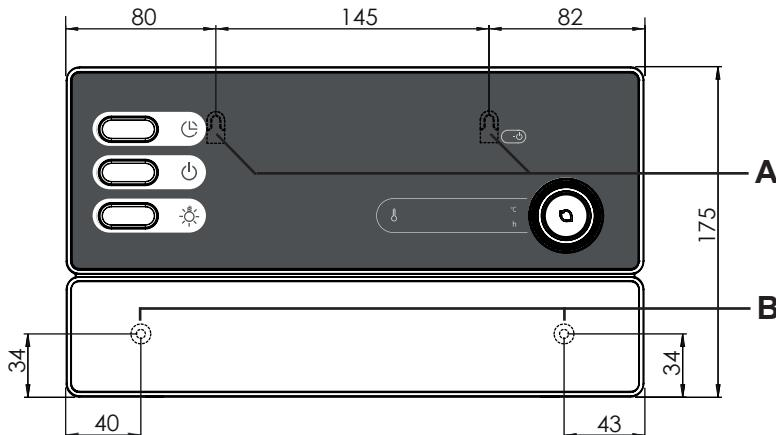

Abb.1 Position der Aufhängevorrichtung und der Montageöffnungen (Maße in mm)
1. Drehen Sie zwei Kreuzschlitzschrauben (16 mm) in ca. 1,70 m Höhe bis zu einem Abstand von 7 mm in die Saunawand ein. Die beiden Schrauben müssen einen Abstand von 145 mm zueinander haben (siehe Abb.1).
3. Hängen Sie die Saunasteuerung mit Hilfe der Aufhängevorrichtung **A** auf die montierten Kreuzschlitzschrauben (siehe Abb.1).
4. Drehen Sie zwei Kreuzschlitzschrauben (16 mm) in die unteren Befestigungsöffnungen **B** ein (siehe Abb.1).